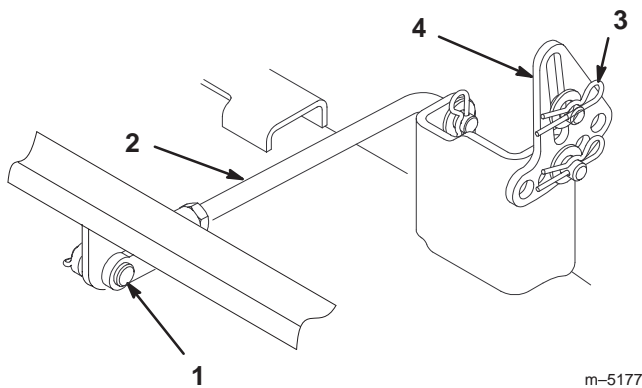

Figure 46
4. Retirez la goupille fendue et l'axe de chape de la tige du tourillon arrière (Fig. 46) de chaque côté du plateau de coupe.
5. Enlevez la goupille fendue et la rondelle des pattes de mise à niveau (Fig. 46) de chaque côté du plateau de coupe. Notez le trou de montage de la patte de mise à niveau en prévision de la repose. Dégagez les pattes de l'axe de montage
4. Fixez le tourillon arrière à la machine à l'aide de l'axe de chape et de la goupille fendue (Fig. 46) de chaque côté du plateau de coupe.
5. Glissez les pattes de mise à niveau sur les axes de montage et fixez-les à l'aide des rondelles et des goupilles fendues (Fig. 46).